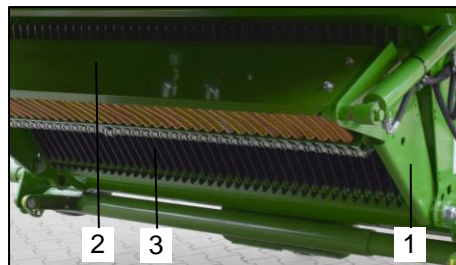

Bild 116: Schneidwerk reinigen 1
Bei der Reinigung des Schneidwerks (Bild 116 / Pos.1) muss wie folgt vorgegangen werden:
- Entfernen Sie die Abdeckung (Bild 116 / Pos.2) des Schneidwerks (Bild 116 / Pos.1).
- Entfernen Sie Ladegutreste aus dem hinteren Bereich des Schneidwerks (Bild 116 / Pos.3). Beachten Sie dabei besonders
- Schwenken Sie das Schneidwerk (Bild 116 / Pos.1) mittels der maschinenseitigen Steuerung komplett aus.
- Schwenken Sie das Schneidwerk (Bild 116 / Pos.1) mittels der maschinenseitigen Steuerung ein.
- Montieren Sie die Abdeckung (Bild 116 / Pos.2) des Schneidwerks (Bild 116 / Pos.1).